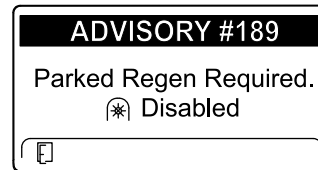

Figure 20
- Si vous n'exécutez pas de régénération en stationnement dans un délai de 2 heures, l'InfoCenter affiche ADVISORY #189 (avis n° 189) s'affiche pour demander une régénération en stationnement – prise de force désactivée (Figure 20).